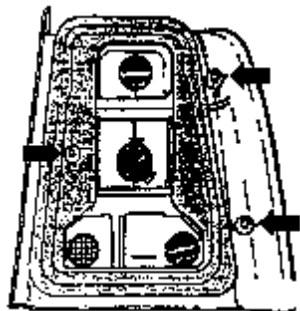

图 11-73 拆卸后灯
①在拆卸行李箱中的后灯之前, 把车身衬里折起或后灯侧旁打开阻塞孔的盖罩。
②拆卸灯架。
③拧开固定螺栓, 如图 11-73 中箭头所示, 并且拆除后侧灯罩。
(2) 后灯的安装
①把后侧灯罩放入到车体凹口中。
②拧紧紧固螺母 (3N·m)。
③安装灯座, 并且插上插塞连接。
④在安装行李箱中的后灯之前, 把车自衬里折回或者在尾灯侧旁关闭阻塞孔的盖罩。